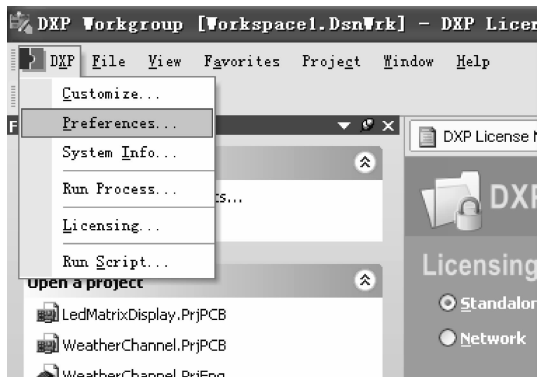

图 1-13 “Preferences”菜单命令
(1) 步骤一 运行 Protel DXP 2004 主程序,点击主菜单 DXP 下“Preferences...”命令打开【Preferences (优先设定)】对话框,如图 1-13 所示。